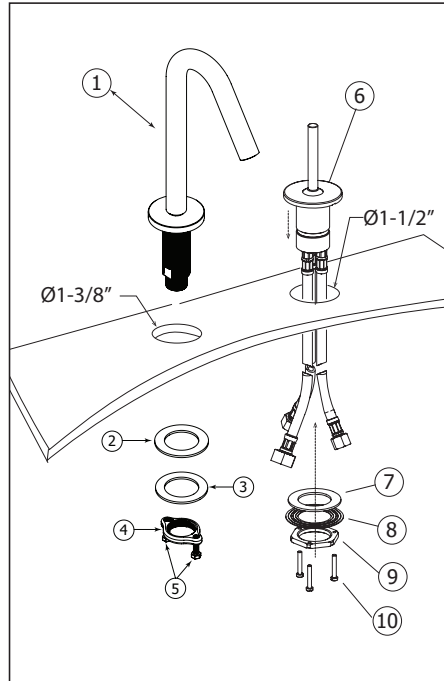

Fig.2
Insert the spout (1) into the hole ( $\varnothing$  1-3/8") of the sink or countertop as shown (Fig.2). Then, insert the rubber washer (2), the metal washer (3) and secure the spout with the metal nut (4). Tighten the two screws supplied (5). Next, insert the mixer (6) into the hole ( $\varnothing$  1-1/2") of the sink or countertop. Secure it with rubber washer (7), metal washer (8) and the nut (9). Tighten the three supplied screws (10).
Insérer le bec (1) dans le trou ( $\varnothing$  1-3/8") de la surface tel qu'illustré (Fig.2). Ensuite, enfilez la rondelle en caoutchouc (2), la rondelle en métal (3). (4) et les vis fournies (5). Ensuite, insérez le mitigeur (6) dans le trou ( $\varnothing$  1-1/2") de la surface. Le Fixer avec la rondelle en caoutchouc (7), la rondelle en métal (8) et l'écrou en métal (9). Visser les trois vis fournies (10).